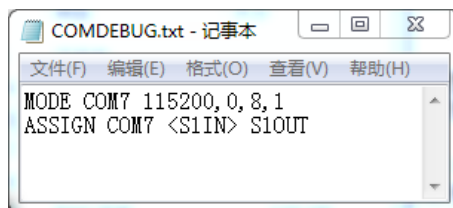

图 2.2 调试初始文件
① 在 Keil 程序工程任意目录下，新建 1 个记事本，命名：COMDEBUG.txt，然后将内容上述内容复制进去，如图 2.2 所示。